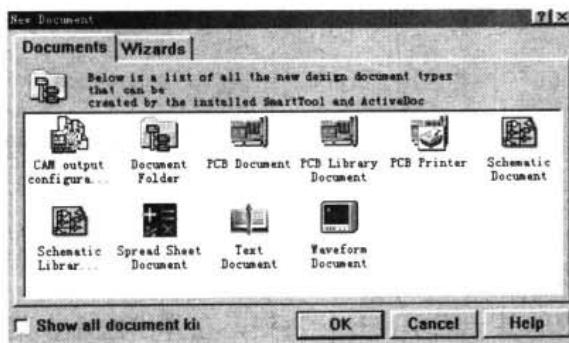

图 9-3 New Document (新建设计文档) 对话框
- (3) 再次执行菜单命令 File|New，出现如图 9-3 所示的 New Document（新建设计文档）对话框，双击其中的图标即可在 Document 文件夹中建立一个新的 PCB 文件，默认名为“PCB1”，扩展名为“PCB”。
在工作窗口的面板上单击鼠标右键，在弹出的命令菜单中选择 New 命令也可打开如图 9-3 所示的 New Document（新建设计文档）对话框。